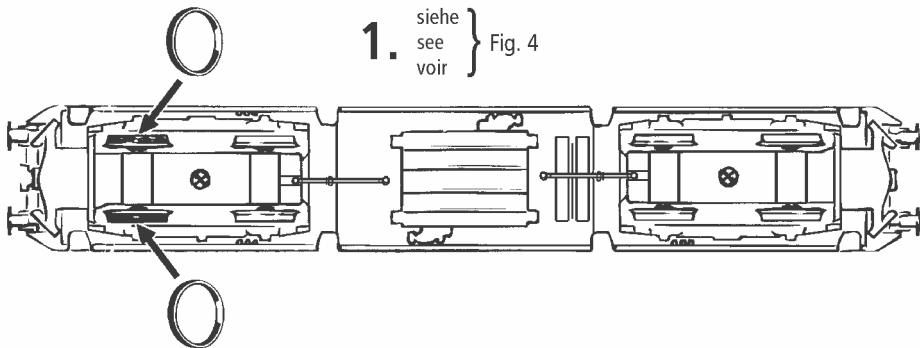

Fig. 9
**4. Motorwechsel:** Lokgehäuse abnehmen (Fig. 3). Danach wird der Motor ausgebaut und ausgetauscht (Fig. 9).
**4. Motor Changing:** First remove loco body (fig. 3), and then the motor (fig. 9).